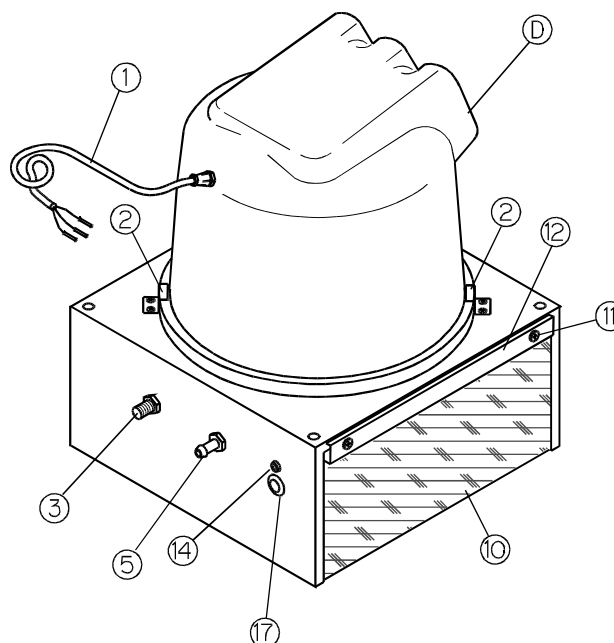

Fig. 3
Une fois le déballage effectué, poser le corps moteur-ventilateur sur la base restante pour pouvoir ensuite décider de la direction des ouvertures de sortie de l'eau nébulisée. Fixer enfin les cales de blocage de sécurité (Fig. 3).
### 3.2 Liaisons hydrauliques (Fig. 3)
Monter les cales de blocage (2) de SÉCURITÉ comme illustré à la Figure 3.
- Enlever les vis de fixation (**Réf. 11 - Fig.3**) du filtre à air.